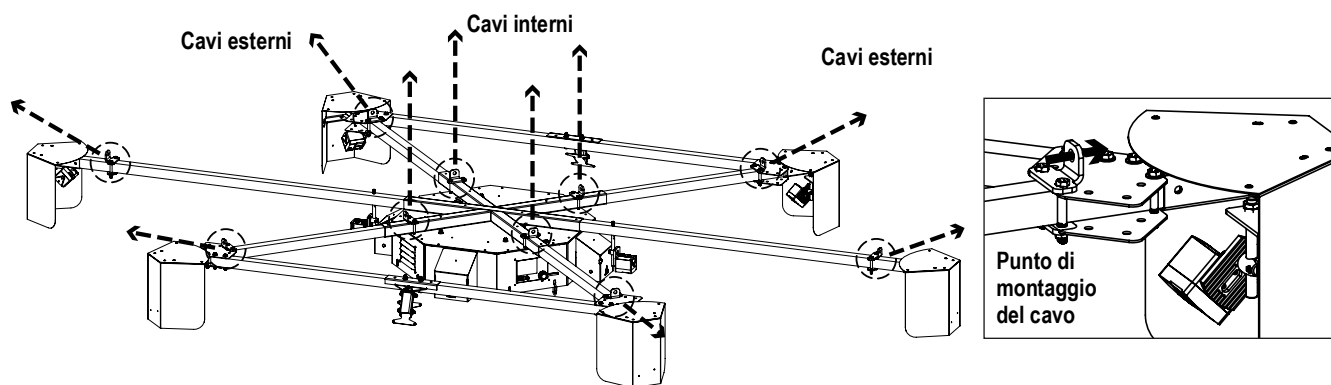

Figura 1. Punti di montaggio di iDimension
6. Fissare un tirante (PN 169960) a ciascun punto di montaggio del cavo interno del sistema di dimensionamento (Figura 1 a pagina 2).